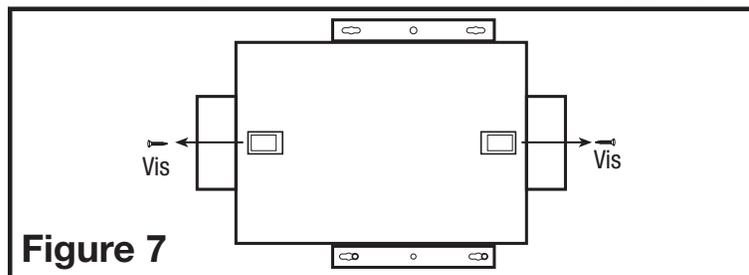

Figure 7
- Retirez les vis qui retiennent le couvercle du panneau d'accès et ouvrez le couvercle pour y accéder. Localisez le panneau de contrôle de vitesse à l'intérieur de l'unité (**Figure 7**).